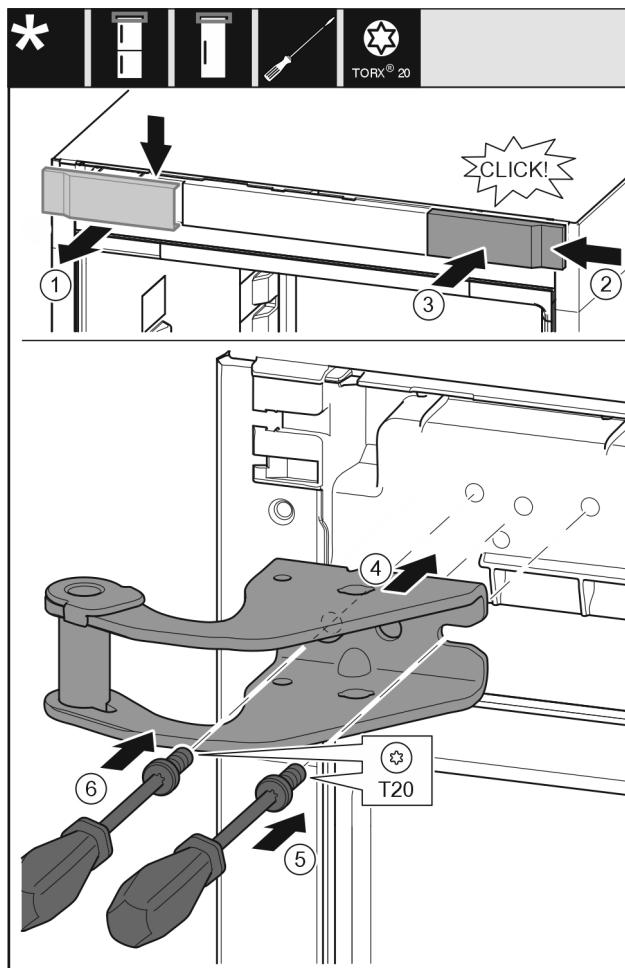

Fig. 12
- ▶ Hiqni kapakun mbulues nga lart duke e tërhequr përpara. Fig. 12 (1)
- ▶ Futni kapakun të rrotulluar me 180°, në anën tjeter nga e djathha. Fig. 12 (2)
- ▶ Mbërtheni në vend kapakun mbulues. Fig. 12 (3)
- ▶ Vendosni bazamentin mbështetës të sipërm. Fig. 12 (4)
- ▶ Vendosi vidën me një kaçavidë T20 dhe shtrëngojeni fort. Fig. 12 (5)
- ▶ Futni në vend vidën me një kaçavidë T20 dhe shtrëngojeni fort. Fig. 12 (6)